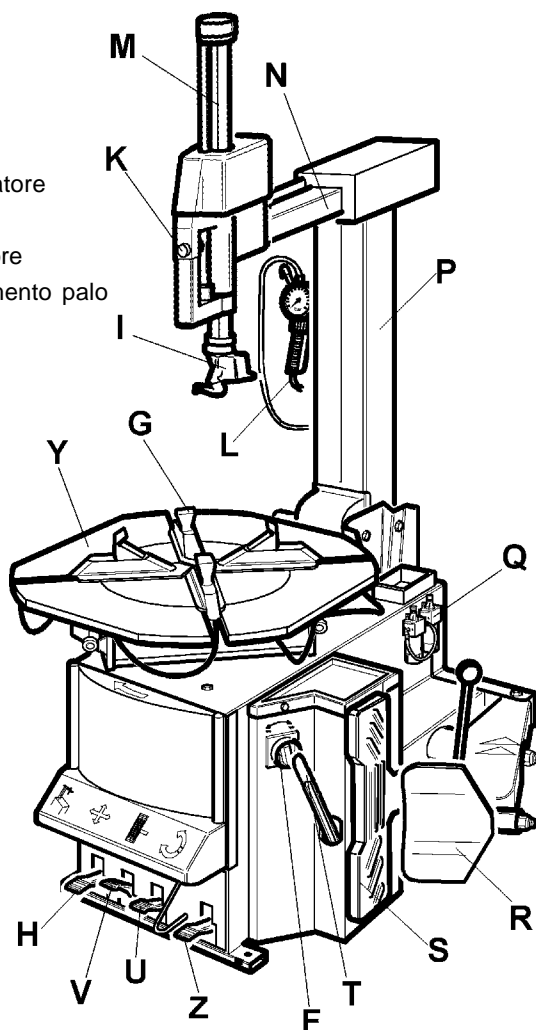

Fig. 1/ Abb. 1
**Assicurarsi dell'integrità dell'apparecchio controllando che non vi siano parti visibilmente danneggiate o mancanti facendo riferimento alla fig. 1**
**Check that the equipment is in perfect condition, making sure that no parts are damaged or missing. Use fig. 1 for reference.**
**Contrôler qu'il n'y ait pas de parties visiblement endommagées ou manquantes en se référant à la figure 1.**